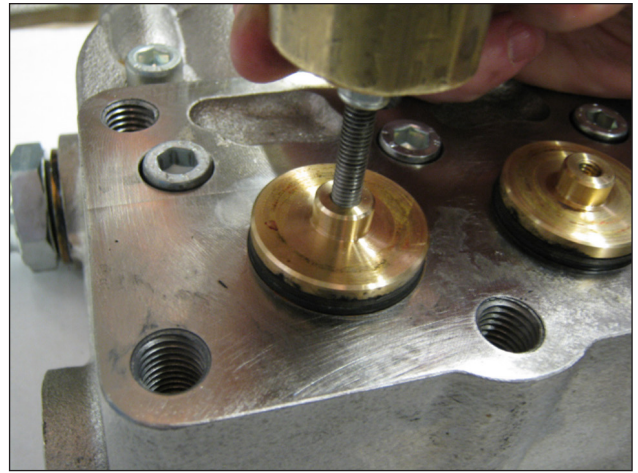

Abb. 17
- Die Saug- und Druckventilkappen der Pumpen KT24-28-30-32-WK155-WK6 (Abb. 17);